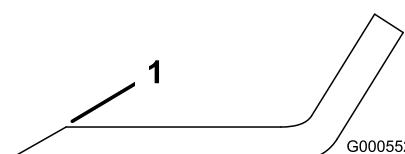

Bild 70
1. Schärfen Sie die Schnittkante an beiden Enden des Schnittmessers mit einer Feile (Bild 70).
**Hinweis:** Feilen Sie, wenn das Schnittmesser nicht ausgewuchtet ist, vom Flügelbereich des Messers etwas Metall ab (Bild 70).